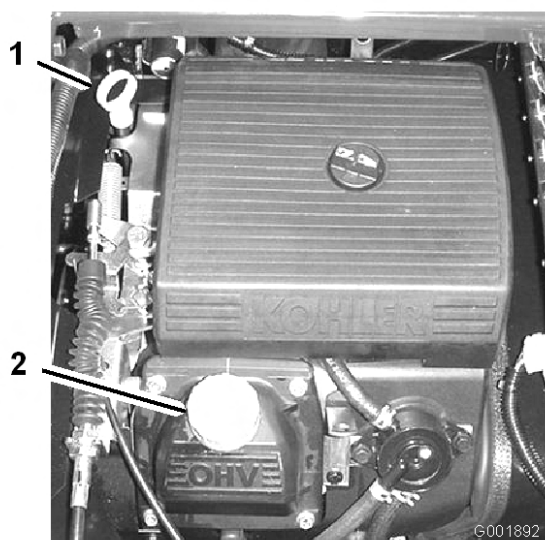

Figure 20
2. Retirez la jauge et essuyez-la sur un chiffon propre (Figure 20). Remettez la jauge dans le tube en vérifiant qu'elle est enfoncée au maximum. Sortez de nouveau la jauge et vérifiez le niveau d'huile.
3. Si le niveau d'huile est bas, retirez le bouchon de remplissage du couvre-culasse (Figure 20)